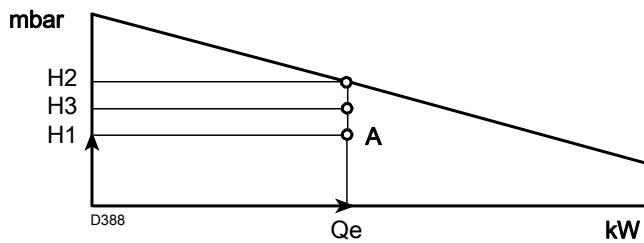

图 3
- 4 从点 A (图 3) 处垂直画一条线，找到相应出力值的最大压力 “H2”。
如果 “H3” 大于 “H1” (图 3)，则燃烧器能提供所需出力。